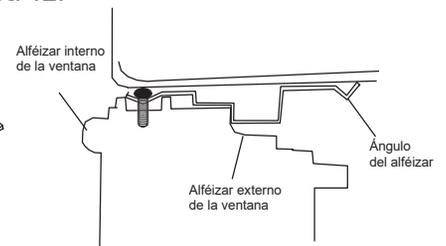

Figura 12
2. Coloque el bastidor en la ventana con el ángulo inferior del alféizar colocado firmemente sobre el alféizar de la ventana, como se muestra aquí. Baje la ventana temporalmente detrás del ángulo superior para sostener el bastidor en su lugar, como se muestra en la Figura 12.
Paso 2 Marque una línea en el panel de aislamiento R1 proporcionado a una longitud de 1/8" (3 mm) menos que el ancho medido en el paso 1; luego, corte el panel de aislamiento R1 por la línea (Figura 12).